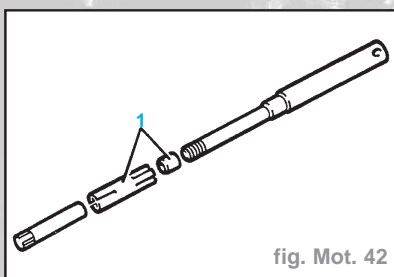

fig. Mot. 42
- Monter sans serrer le guide pilote (1) en veillant à orienter l'extrémité chanfreinée de l'extenseur vers la douille (Fig. Mot. 42).